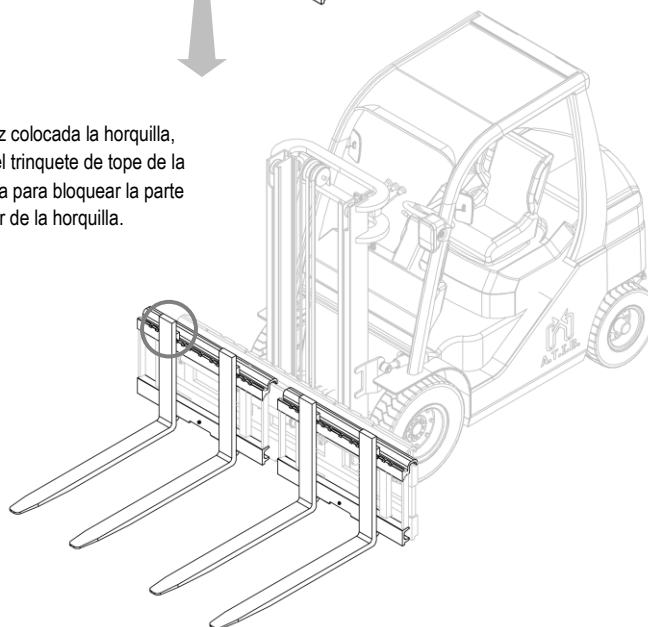

Figura 12
4. Mirar la *Figura 11* y la *Figura 12*.